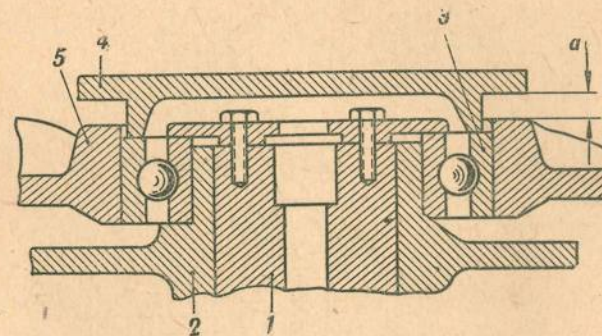

Рис. 127. Подбор прокладок к крышке подшипника бортового редуктора:
13. Установить крышку 4 (рис. 127), буртиком на торец шарикоподшипника 3 и замерить щупом зазор «а» между торцом крышки 5 и фланцем крышки 4. К замеренному зазору прибавить 1 мм и по полученной величине подобрать толщину прокладок.